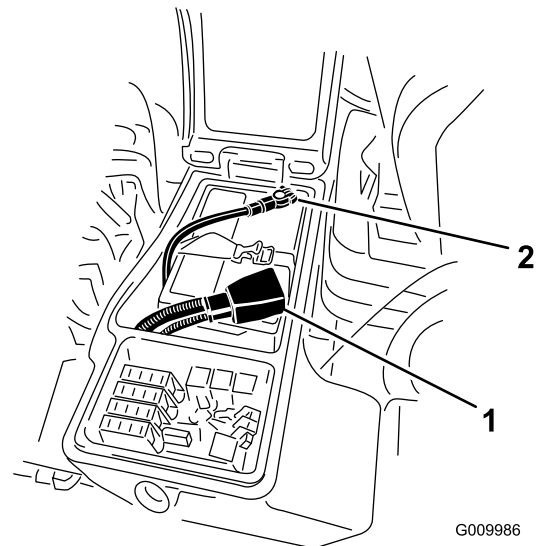

Figura 49
3. Retire el cable negativo (negro) del terminal negativo (-) y el cable positivo (rojo) del terminal positivo (+) de la batería (Figura 49).
6. Conecte el cable positivo (rojo) al borne positivo (+) y el cable negativo (negro) al borne negativo (-) de la batería (Figura 49).